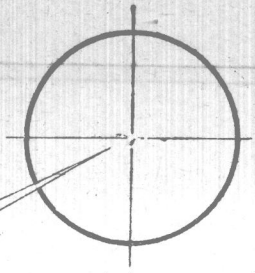
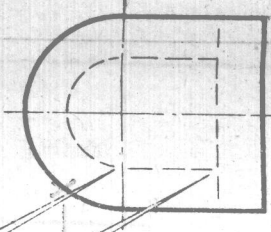

图1 错误
图 4 错误
- (1) 用可装订的 A3 图纸, 横放, 并画出图框和组合体用的标题栏。
- (2) 由教师按要求在右侧 (a) (b) 两题中选定一题, 完成仪器绘图后再作一次描图练习。
- (3) 对连接部分要求准确地找出连接弧的圆心、切点并保留作图底稿线。
- (4) 本作业比例由同学从“国标”规定中选定, 但应注意布置匀称。
- (5) 画中心线和虚线应避免图 1 和图 4 所指出的错误。